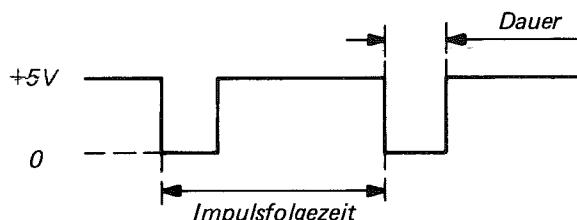

Abb. 6.3. Komplementäre Hauptimpulse
- Wahltaste COMPL. drücken und die komplementären Impulsreihe nach Abb. 6.3. beobachten.